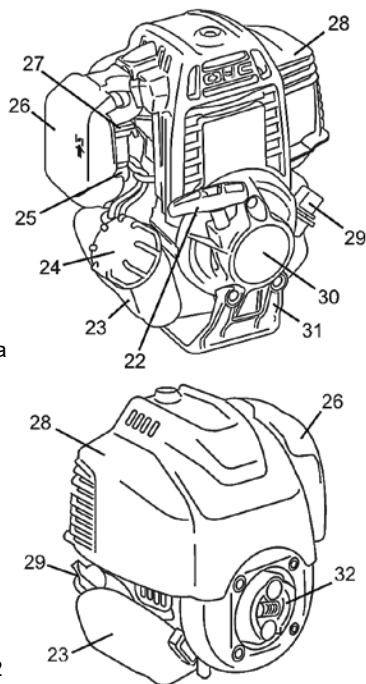

Рисунок 2
- Закачайте паливо в карбюратор, використовуючи ручний насос «праймер» для підкачки палива (25, рисунок 2). Для цього натисніть 3-5 разів на ковпачок «праймера», поки в ньому не з'явиться паливо. Якщо паливо не заповнило «праймер», натисніть на ковпачок насоса ще декілька разів.
- У тому випадку, якщо здійснюється запуск холодного двигуна або якщо температура повітря нижче +15 °С, закрийте повітряну заслінку карбюратора, встановивши важіль заслінки (27, рисунок 2) в крайньому верхньому положенні (положення , рисунок 9). При такому положенні повітряної заслінки відбувається збагачення паливної суміші в карбюраторі, що забезпечує полегшений запуск двигуна. Під час запуску теплому двигуна або якщо температура повітря перевищує +15 °С, збагачення паливної суміші, як правило, не потрібно. У тому випадку, якщо двигун встиг частково охолонути, може знадобитися часткове збагачення паливної суміші – часткове відкриття повітряної заслінки карбюратора.